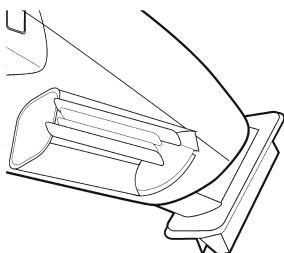

Fig. 5
1. Rimuovere l'apparecchio dalla stazione di ricarica (2).
2. Utilizzare la bocchetta per liquidi (7, fig. 5) e accertarsi che sia ben in posizione.
3. Spingere in avanti l'interruttore di accensione/spengimento (14) per accendere l'apparecchio.
5. Spingere indietro l'interruttore di accensione/spengimento (14) per spegnere l'apparecchio.